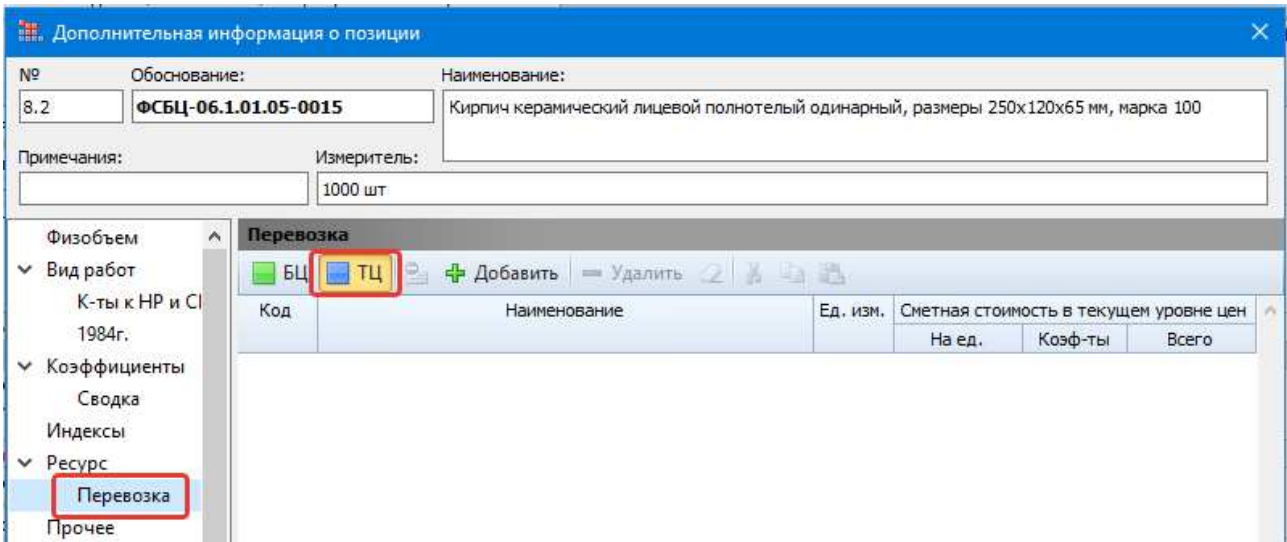

Рисунок 9.6. Дополнительная информации о позиции ФСБЦ-06.1.01.05-0015
- В окне **Дополнительная информация о позиции** перейдите в пункт **Перевозка** (рис. 9.6).